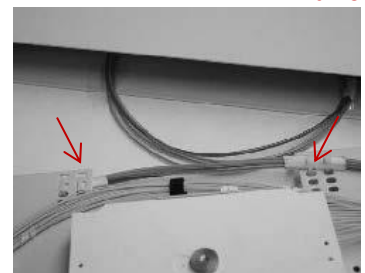

Bild 21
- Bündeladern im weiteren Verlauf nach oben führen und an den vorbereiteten Stellen des Auszuges befestigen (Bild 21) .